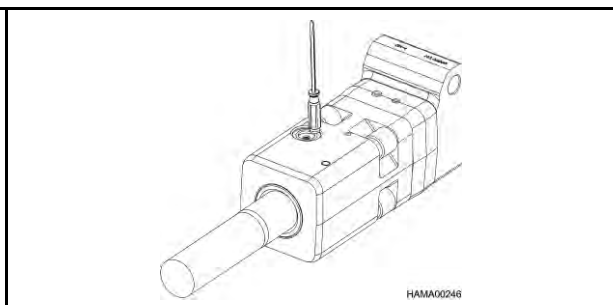

Figure 5
- b. À l'aide de la poignée du tournevis, enfoncer le reste de l'anneau dans la rainure, comme illustré à la figure 5.